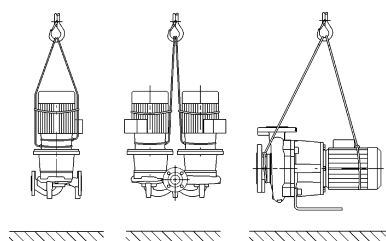

Fig. 7: Transport af pumpen
- Transportringene på motoren er kun beregnet til at styre i forbindelse med lastoptagelse (Fig. 7).